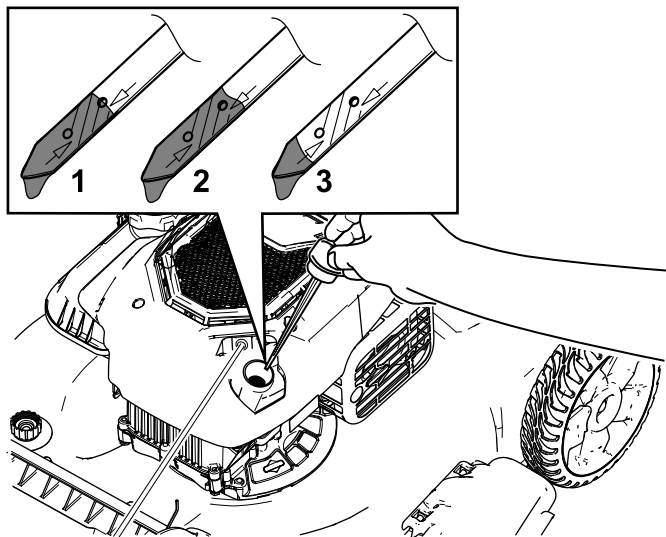

Figura 25
3. Retire a vareta rodando-a no sentido contrário ao dos ponteiros do relógio e puxando-a para fora (Figura 25).
10. Leia o nível de óleo na vareta (Figura 25).